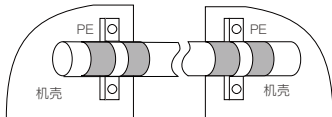

图 4-12 屏蔽电缆连接示意图
- 一般地，控制电缆必须为屏蔽电缆，并且屏蔽金属丝网必须通过两端的电缆夹片与变频器的金属机壳相连，如图 4-12 所示。